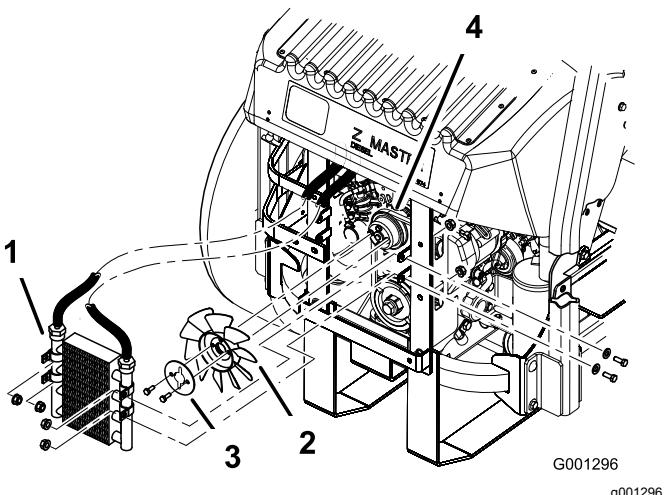

Figure 79
- 5. Enlevez les 4 boulons de fixation du refroidisseur d'huile et placez ce dernier sur le côté (Figure 79).
- 6. Enlevez les 2 boulons qui fixent le ventilateur et la plaque du ventilateur à la machine (Figure 79).
10. Montez le ventilateur et sa plaque sur la machine au moyen des 2 boulons retirés précédemment (Figure 79).
11. Remontez le refroidisseur d'huile au moyen des 4 boulons retirés précédemment (Figure 79).